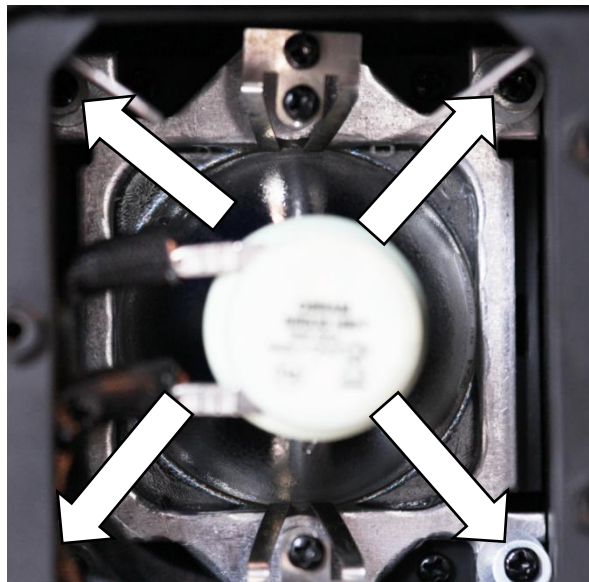

Abbildung 6 – Einstellschrauben für den Hotspot
- In dem auf die Wand gerichteten Lichtstrahl sehen Sie einen helleren Bereich (Hotspot). Stellen Sie den Hotspot mit den Schrauben ein, wie in Abbildung 6 dargestellt. Der Hotspot sollte sich nach Möglichkeit in der Mitte des Lichtstrahls befinden.